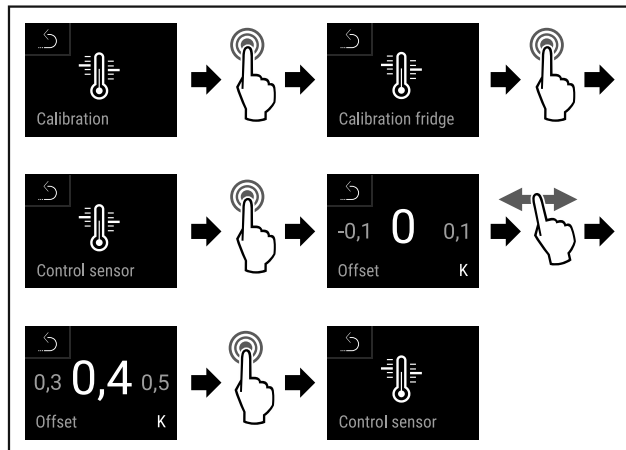

Fig. 138
- ▶ Провести етапи операцій (див. Fig. 138) .